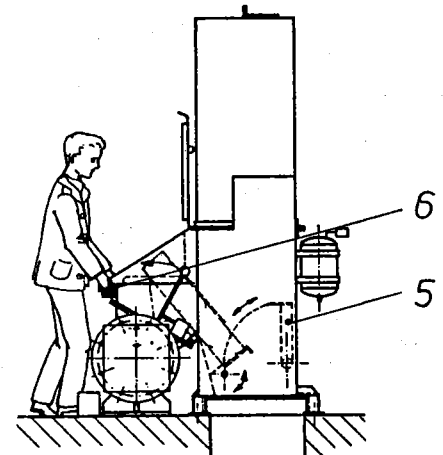

Abb. 3
b) Aufschneiden des Sackes (siehe Abb. 3)